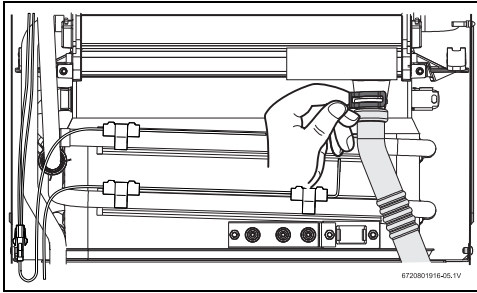

Fig. 33
- ▶ Rimuovere la fascetta e scollegare l'estremità del tubo di scarico condensa (Fig. 33).